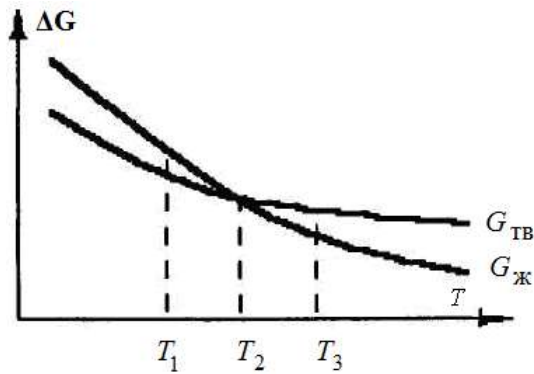

Рис. 3.3. Изменение энергии Гиббса от температуры зародышей кристалла
7. При какой (каких) температуре(ах) возможен процесс кристаллизации (рис. 3.3)?